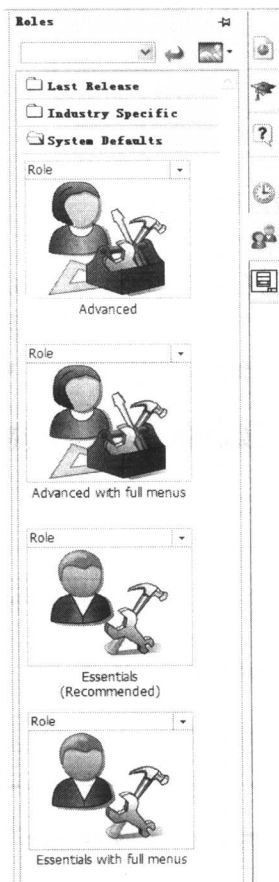

图 2 角色
NX4 提供了 4 种工具集供不同使用层次的用户选用，如图 2 所示。
- 在资源条上单击角色 (Roles) 图标，打开角色面板，如图 2 所示。